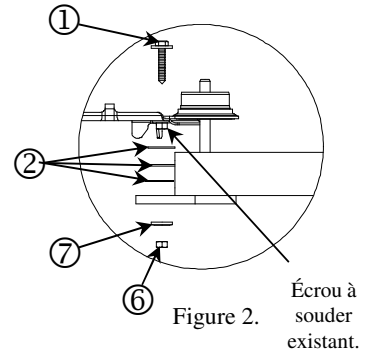

Figure 2.
①	Qté (2)	Boulon hexagonal M8 x 1.25 x 55mm CL 9.8	⑥	Qté (2)	Ecru hexagonal M8 x 1.25 CL 10
②	Qté (6)	Rondelles plates 1/2"	⑦	Qté (2)	Rondelle conique 3/8"
③	Qté (1)	Boulon hexagonal 1/2"-13 x 2-1/4" GR 5	⑧	Qté (1)	Écrou à levier 1/2"-13 (Voir *spéc. de couple ci-dessous)
④	Qté (3)	Rondelle conique 1/2"	⑨	Qté (1)	Boulon hexagonal 1/2"-13 x 1-1/2" GR 5
⑤	Qté (1)	Ecru hexagonal 1/2"-13 GR 5
3. Poser des trois rondelles plates (article 2) sur l'écrou à souder existant de chaque côté. Voir Figure 2.